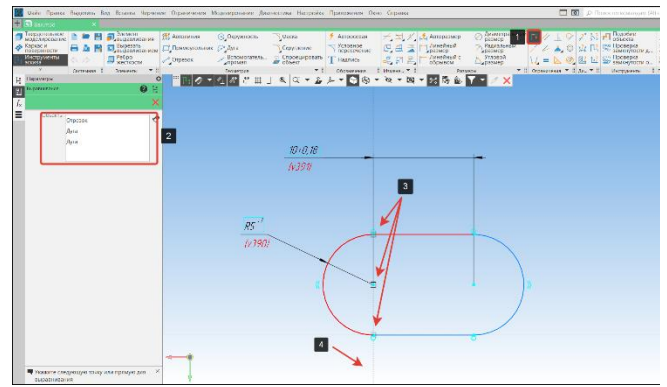

Рисунок 119 – Команда Выровнивание
- Проставим размеры на эскизе шпоночного паза согласно чертежу (Рисунок 119);
- Для того, чтобы исключить возможность изменения геометрии эскиза выровняем центр окружности (3) и точки отрезков (3) на вертикальной прямой (4), используем команду Выровнить (1). Объекты выравнивания отобразятся в окне Объекты (3) (Рисунок 119);